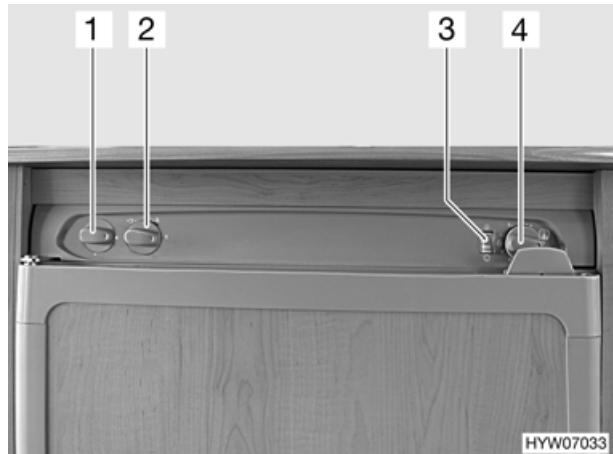

Bild 78 Bedienelemente für Kühlschrank
- Energie-Wahlschalter (Bild 78,2) auf Gas  stellen.
- Drehregler (Bild 78,4) auf Stufe 5 stellen, drücken und gedrückt halten. Die Gaszufuhr ist geöffnet. Der Zündvorgang erfolgt automatisch. Ein tickendes Geräusch ist hörbar, bis der Zündvorgang erfolgreich abgeschlossen ist.
- Drehregler gedrückt halten, bis der Flammenanzeiger (Bild 78,3) grün wird, dann loslassen. Falls die Flamme erlischt, wiederholt das Zündgerät automatisch den Zündvorgang.
- Kühltemperatur mit dem Drehregler (Bild 78,4) einstellen.
- Energie-Wahlschalter (Bild 78,2) auf "O" stellen. Das Gerät ist abgeschaltet.
- Energie-Wahlschalter (Bild 78,2) auf 230-V-Betrieb stellen.
- Kühltemperatur mit dem Drehregler (Bild 78,1) einstellen.
- Energie-Wahlschalter (Bild 78,2) auf 12-V-Betrieb stellen.